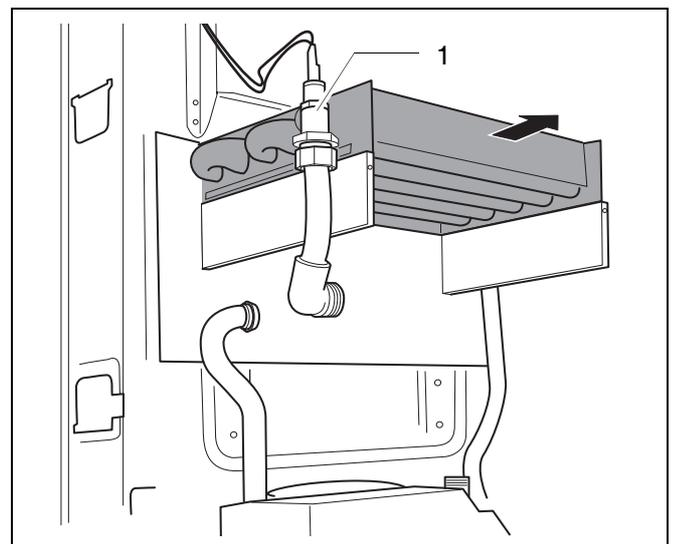

Fig. 42 Estrarre lo scambiatore di calore
- Staccare il cavo del limitatore della temperatura di sicurezza (fig. 42, pos. 1).
- Estrarre lo scambiatore di calore (fig. 42).